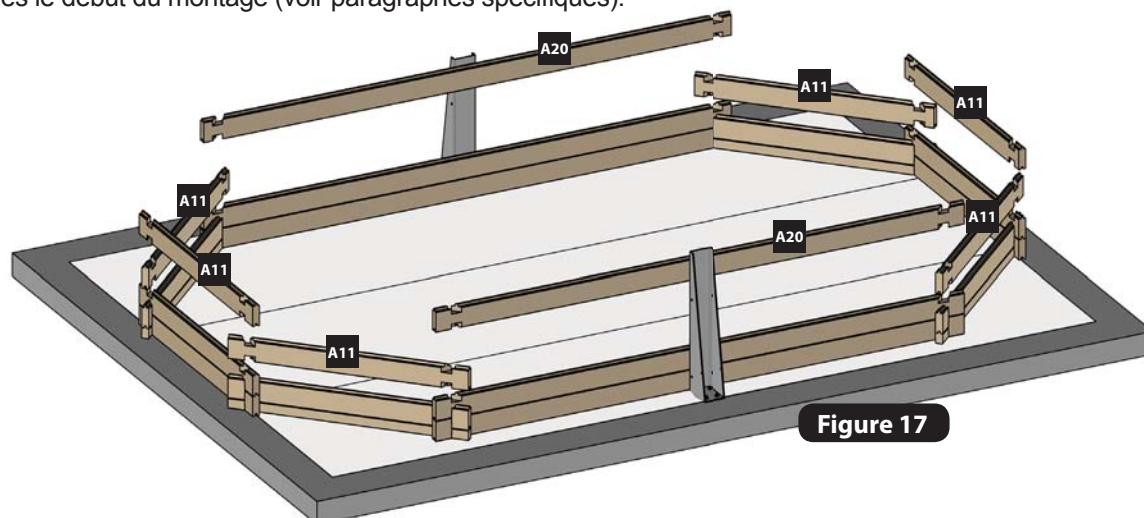

Figure 17
- Positionnez les madriers de la 3^{ème} rangée conformément à la figure 17.